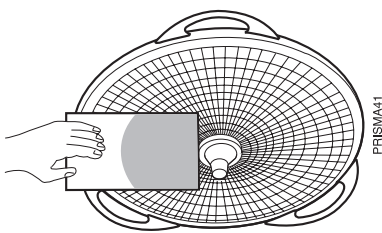

FIG. 13.2
- Fonctionnement des ampoules (Fig. 13.2 et 13.3).
- Check that bulbs operate correctly (Fig. 13.2 and 13.3).
- Betrieb der Lampen (Abb. 13.2 und 13.3)